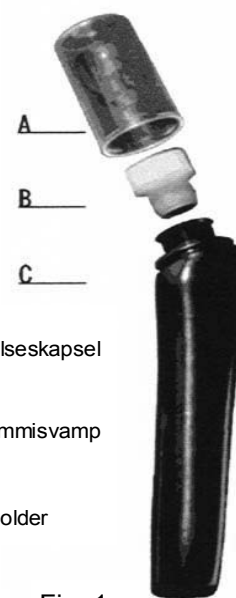

Fig. 1
Imprægneringen foretages manuelt på de renskårne pladekanter, enkeltvis ved hjælp af den viste påføringsflaske (fig. 1).
- Plastflaske á 125 ml. + ekstra svamp (fig. 1)
- Anvendes ufortyndet fra påføringsflasken (fig. 1).